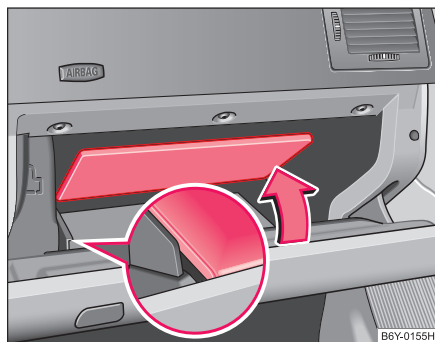

Fig. 70 Torpedoul:
În interiorul torpedoului, după peretele separator rabatant\* există un alt spațiu de depozitare ⇒ Fig. 70.
- Apucați peretele separator de marginea acestuia și ridicați-l în direcția săgeții ⇒ Fig. 70.